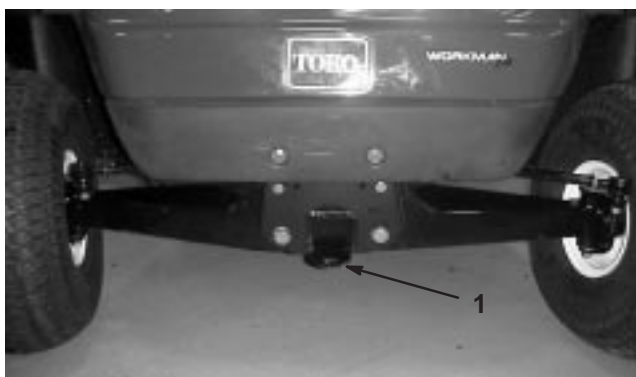

Figure 23
2. Accrochez un câble de remorquage à la flèche d'attelage à l'avant du châssis (Fig. 23).